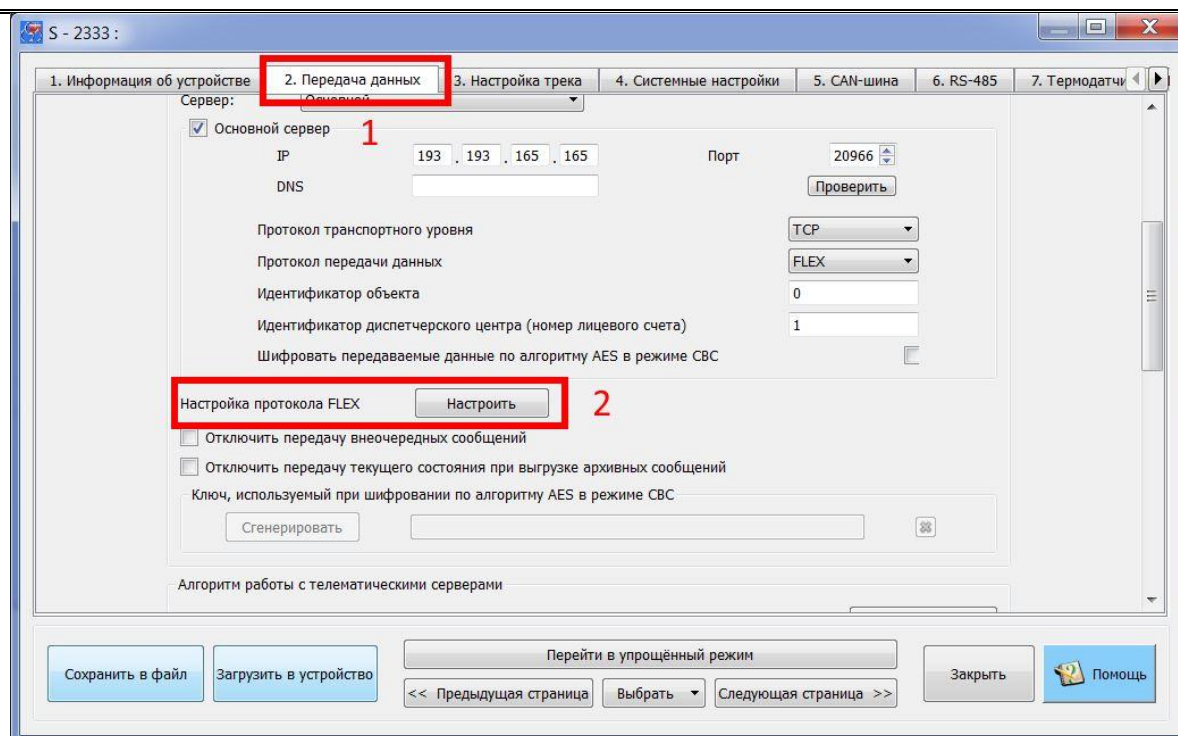

Рисунок 5
1. Перейти во вкладку «2. Передача данных» (рисунок 5).